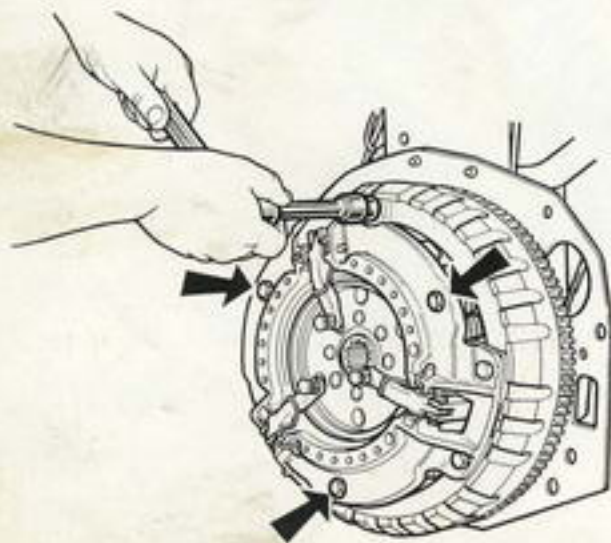
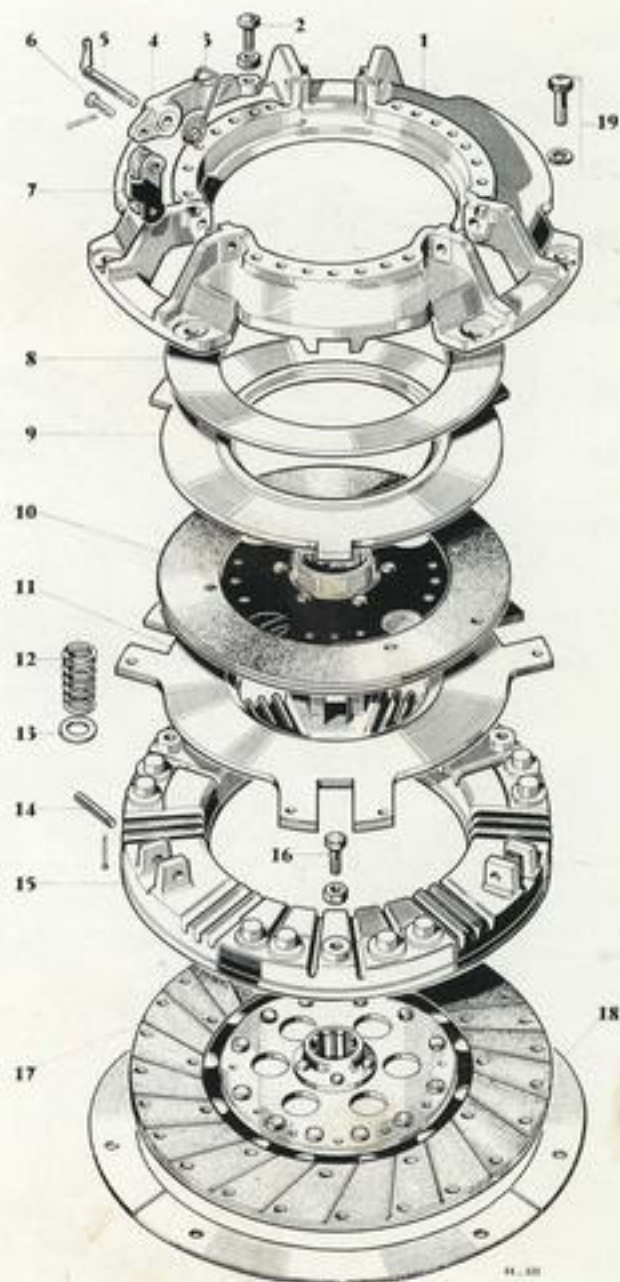

Fig. 4
Fig. 5
Avant toute chose, mettre en place les 3 vis (indiquées par des flèches fig. 4), qui maintiennent assemblés le couvercle de mécanisme (1 fig. 5) et le plateau presseur (15 fig. 5).
- Dévisser progressivement et en croix les 6 vis (19 fig. 5) d'assemblage du mécanisme sur le volant.
- Recueillir les 3 secteurs déflecteurs de refroidissement (18 fig. 5) entre volant et couvercle.
- Chasser les axes de doigts (5 fig. 5) et déposer les ressorts de rappel (3 fig. 5).
- Recueillir dans l'ordre indiqué par la vue éclatée les pièces constituant l'embrayage (fig. 5).
- Retourner le couvercle d'embrayage (1 fig. 5) à plat sur l'établi, y placer la rondelle Belleville (8 fig. 5) (le diamètre extérieur se centre sur le couvercle) et le plateau de pression (9 fig. 5).
- Disposer sur le plateau presseur spécial, le plateau de pression (15 fig. 5) sur lequel seront disposées les rondelles sièges de ressorts (13 fig. 5) les ressorts, les 3 vis butée (16 fig. 5) si elles ont été démontées et les 3 tiges guides utilisées au démontage, les doigts (4 fig. 5) et leurs articulations (6, 7, 14 fig. 5).
- Mettre en place les 3 secteurs en tôle (18 fig. 5) et les 6 vis d'assemblage (19 fig. 5) avec leur rondelle Grower. Serrer les 6 vis — Retirer les 3 vis d'assemblage provisoire et ensuite le mandrin de centrage.